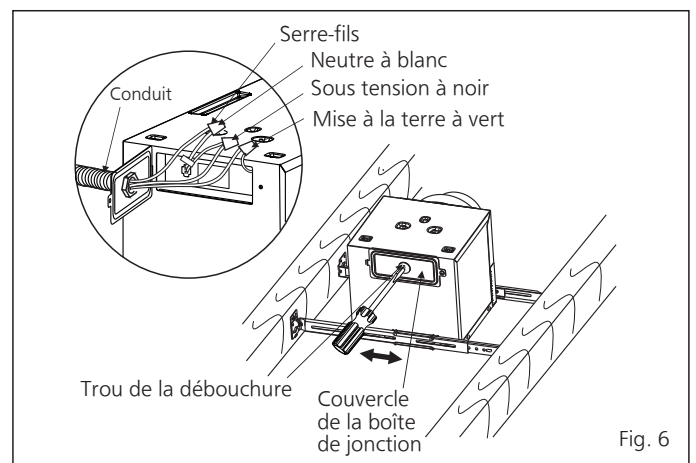

Fig. 6
7. Retirez le trou de la débouchure du couvercle de la boîte de jonction, et retirez le couvercle de la boîte de jonction. Puis fixez le conduit ou le réducteur de tension au trou de la débouchure de la boîte de jonction. (Voir Fig. 6)
8. Reportez-vous au schéma de connexions à la page 5. Respectez les codes de sécurité électrique locaux ainsi que le code électrique national. Avec des capuchons de connexion homologués UL, connectez le câble d'alimentation aux câbles du luminaire en retrait. (Voir Fig. 6)